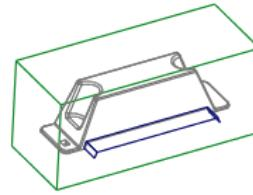

图 12.42 完成后的延伸曲面
③ 单击 **✓** 按钮, 完成后的延伸曲面如图 12.42 所示。